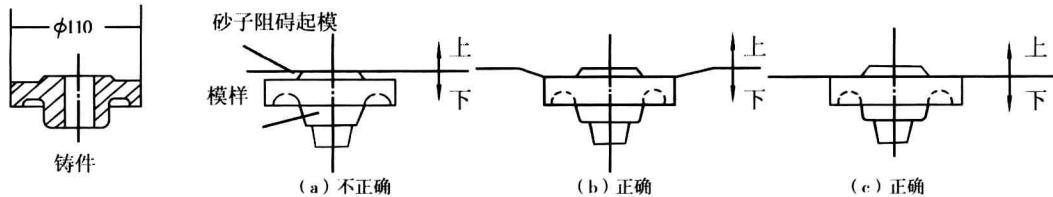

图 2-7 分型面应选在最大截面处
- (1) 分型面是指上、下砂型的接触表面,表示方法如图 2-7 所示。